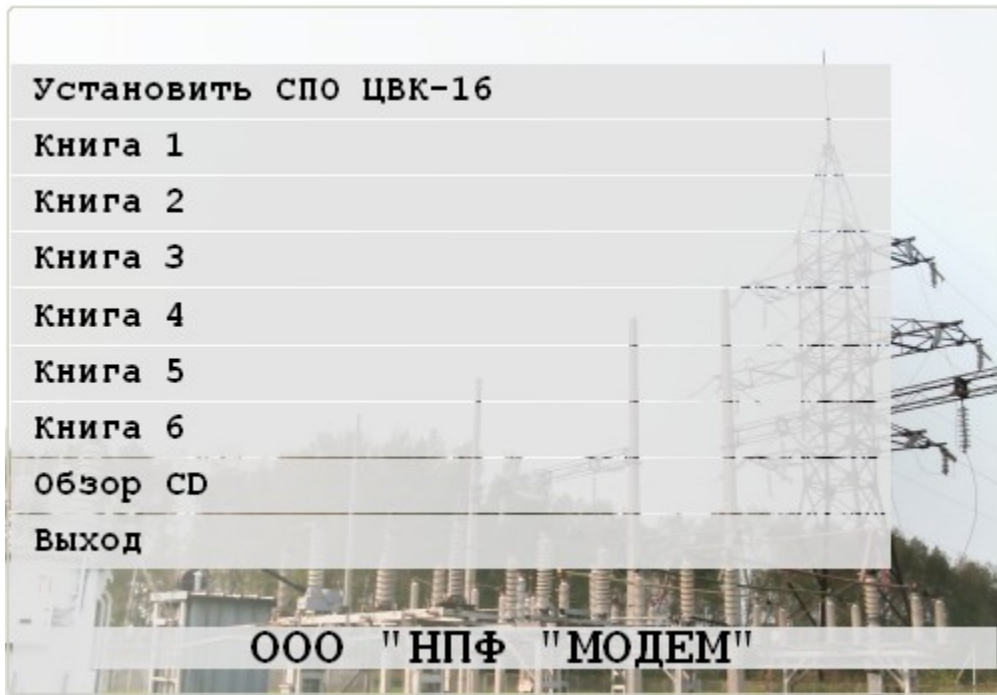

Рисунок 2.1 - Окно запуска CD диска
- 2) При установке диска в CD привод автоматически запускается программа установки сервисного программного обеспечения (СПО), рис.2.1.